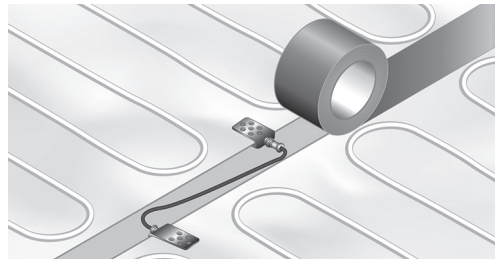

Fig. 9. Etablere jordforbindelse
9. Etablere jordforbindelse (Fig. 9).
kan evt. fikseres med tape. Når alle ledninger er monteret, installeres tape mellem alle varmemåttens baner således de enten er fikseret til undergulvet eller til hinanden (Fig. 9).